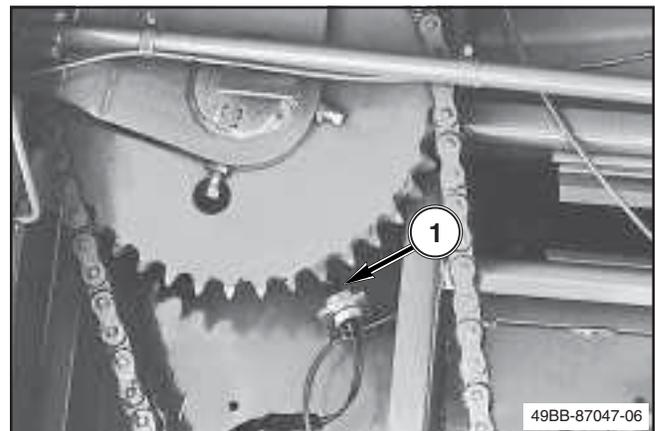

FIG. 8
FIG. 8: il comando preposto al funzionamento di compressore, gruppi annodatori ed aghi è protetto da una vite di sicurezza. Se il rocchetto di comando compressore/annodatori si arresta durante il funzionamento della pressa, il sensore (1) della vite di sicurezza del compressore avvisa l'operatore.